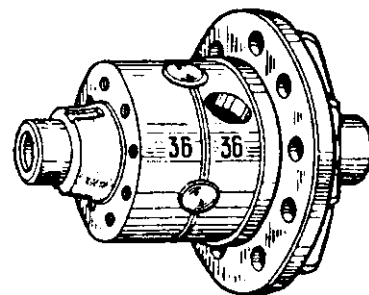

Рис. 9.7. Установка коробок сателлитов по меткам
6. Установите шестерню полуоси с упорной шайбой в сборе в правую коробку сателлитов. Придерживая шестерню полуоси, установите правую чашку сателлитов налево, так, чтобы метки (рис. 9.7) (порядковые номера) обеих чашек были совмещены.